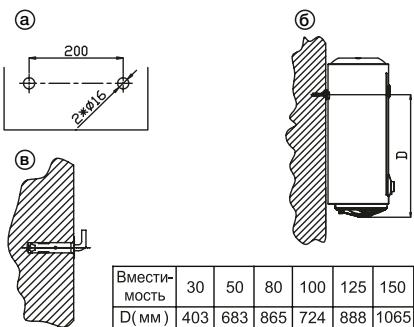

Рис. 2
2. После выбора места монтажа определите места под два крепежных болта с крюками (в зависимости от спецификации выбранного изделия). Электродрелью просверлите два отверстия в глухой стене диаметром 16 мм на расстоянии 200 мм. Расстояние между отверстиями выдержать в соответствии с рисунком 2а. При определении высоты отверстий необходимо учесть положение на стене водопроводных соединений, тип водопроводных труб и расстояние от крепления до низа нагревателя (см. рис. 2б).
3. Вставить распорные болты в отверстия и убедиться, что крюк направлен вверх (см. рис. 2в).